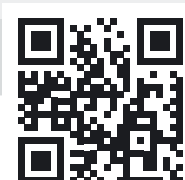

rys. 20
5. W skrzydle przykręć okapnik GG-WSA lub listwę uszczelniającą z pojedynczą szczotką. (rys. 20)